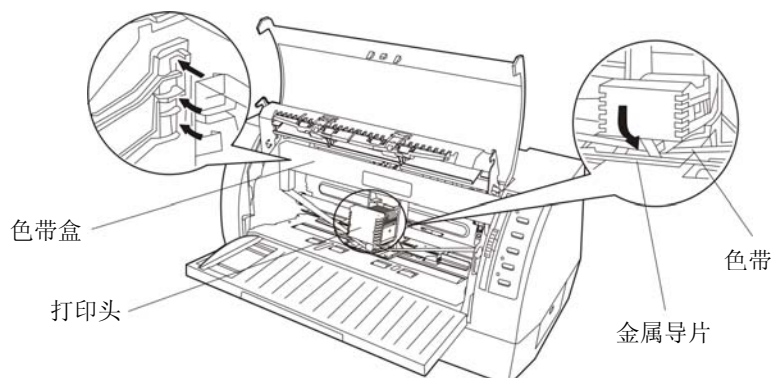

图 2-9 安装色带
- 如图 2-9 所示，抓住色带盒的两边，使色带盒两边的卡扣对准打印机两侧的安装槽，稍用力向前推进，直到完全卡到住。